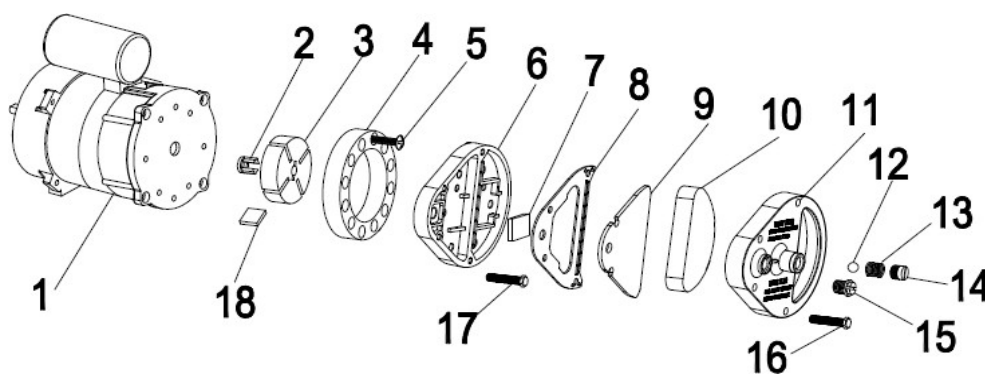

Fig. 3
Limpe os filtros de ar. Retire a tampa da extremidade do filtro (11), lave o filtro de admissão de ar (10) com um detergente suave e seque-o cuidadosamente antes de o reinstalar. Substitua o filtro de saída de ar (9) uma vez por ano (Fig. 3)